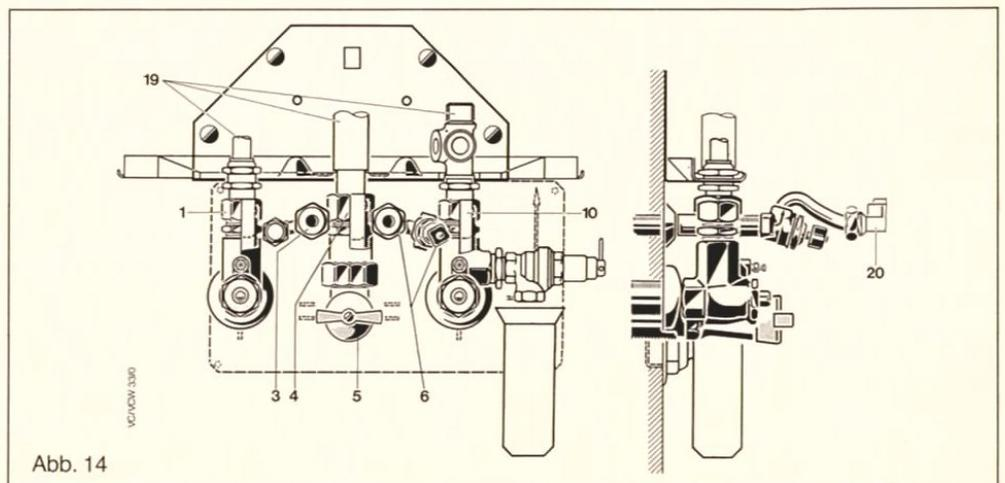

Abb. 14
b) Der Ablauftrichter (8) ist unter dem Sicherheitsventil dicht in die Überlaufleitung (16) einzuschrauben.
a) Zwei Haken, Gewindebolzen oder Maueranker (17) für die Aufhängeöffnungen (18) des Gerätes in der Wand befestigen.
b) **Allgasgerät**: die dem Gerät beige packte Quetschverschraubung (4) dicht in das Anschlußstück des Gasabsperrhahns (5) einschrauben – s. Abb. 14.
c) Gerät von oben mit seinen Anschlußrohren (19) in die Quetschverschraubungen von Gasabsperrhahn (nur bei Allgasgerät) und Wartungshähnen einführen – s. Abb. 14 und gleichzeitig mit den Aufhängeöffnungen (18) in die Tragelemente (17) einhängen und festschrauben.